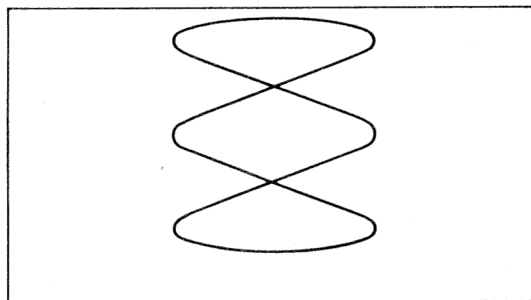

Fig. 5-11 Typische Lissajous-Figur
2. Phasenmessungen durch Lissajous-Figuren (siehe Fig. 5-11)